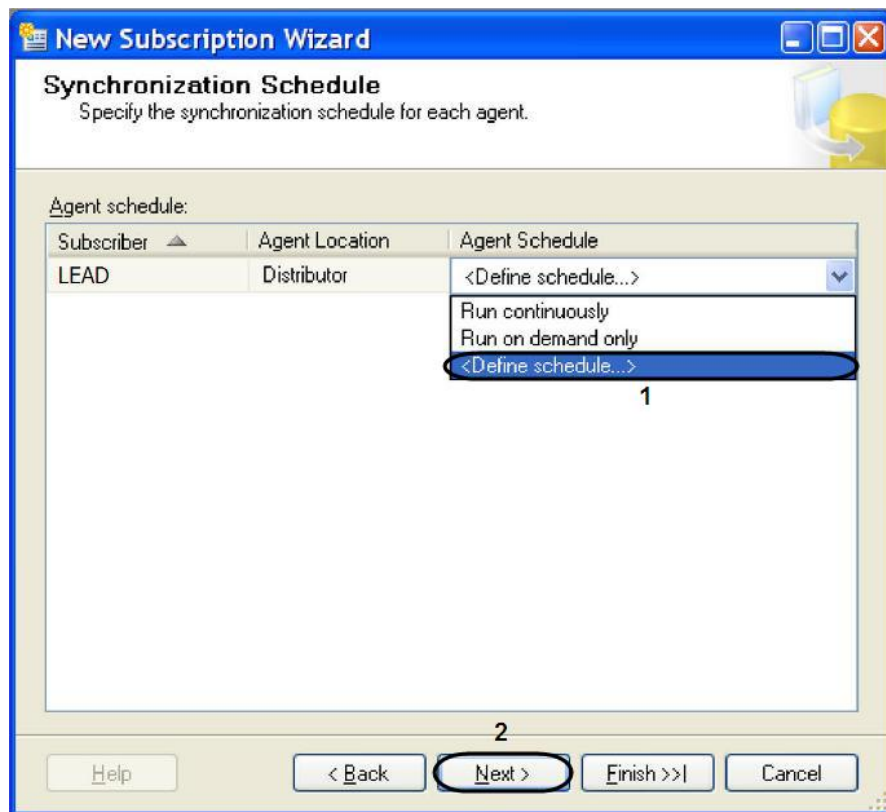

Рис. 11.3-19. Настройка расписания запуска агента моментальных снимков
18. Для настройки расписания запуска агента моментальных снимков в окне «Synchronization Schedule» выбрать значение «<Define schedule...>» из раскрывающегося списка «Agent Schedule» (Рис. 11.3-19, 1).
19. Для продолжения нажать кнопку «Next>» (см. Рис. 11.3-19, 2).